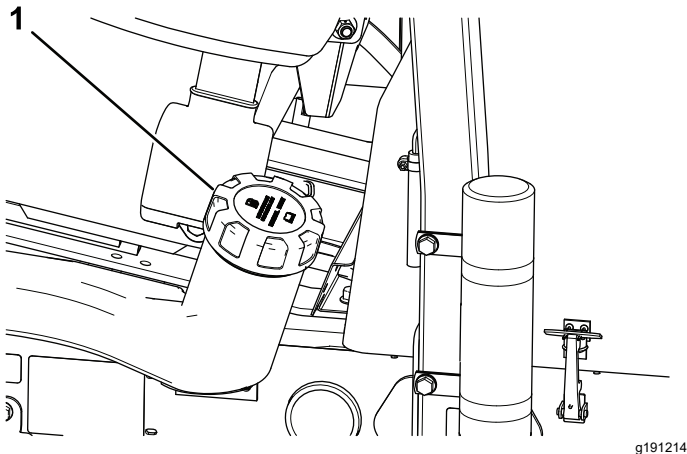

Figura 31
2. Limpie la zona alrededor del tapón del depósito de combustible (Figura 31).